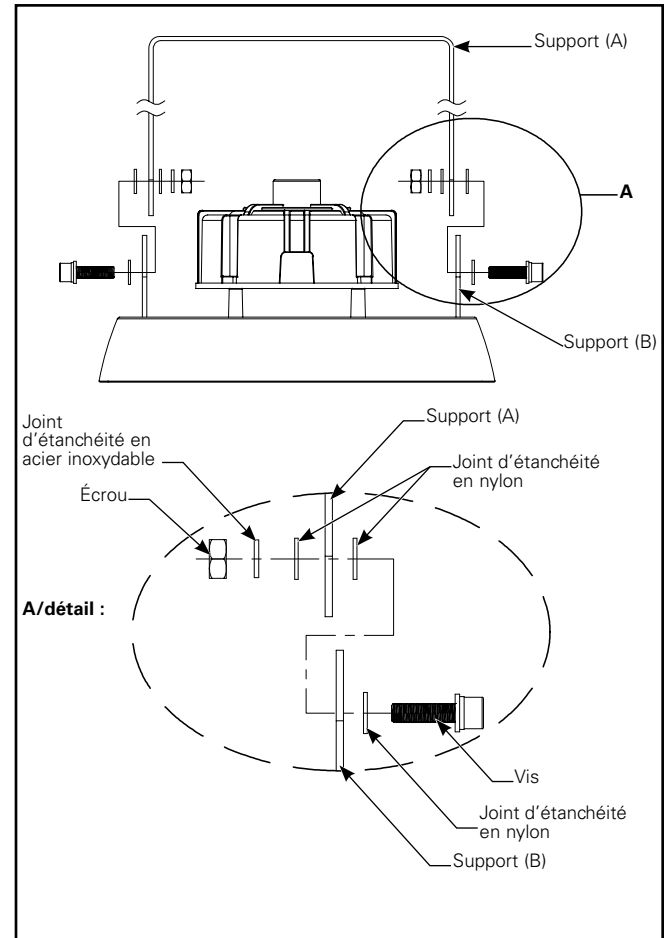

Figure 11.
2. Installez le support (A) sur le support (B) (Figure 11).